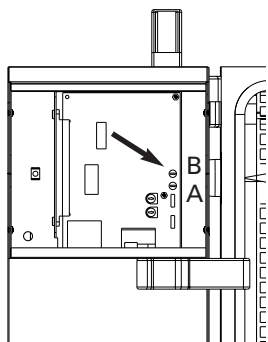

Abb. 5b
- Die Justage erfolgt durch verdrehen des Potentiometers B auf der Hauptplatine der Absauganlage (Abb. 5b).